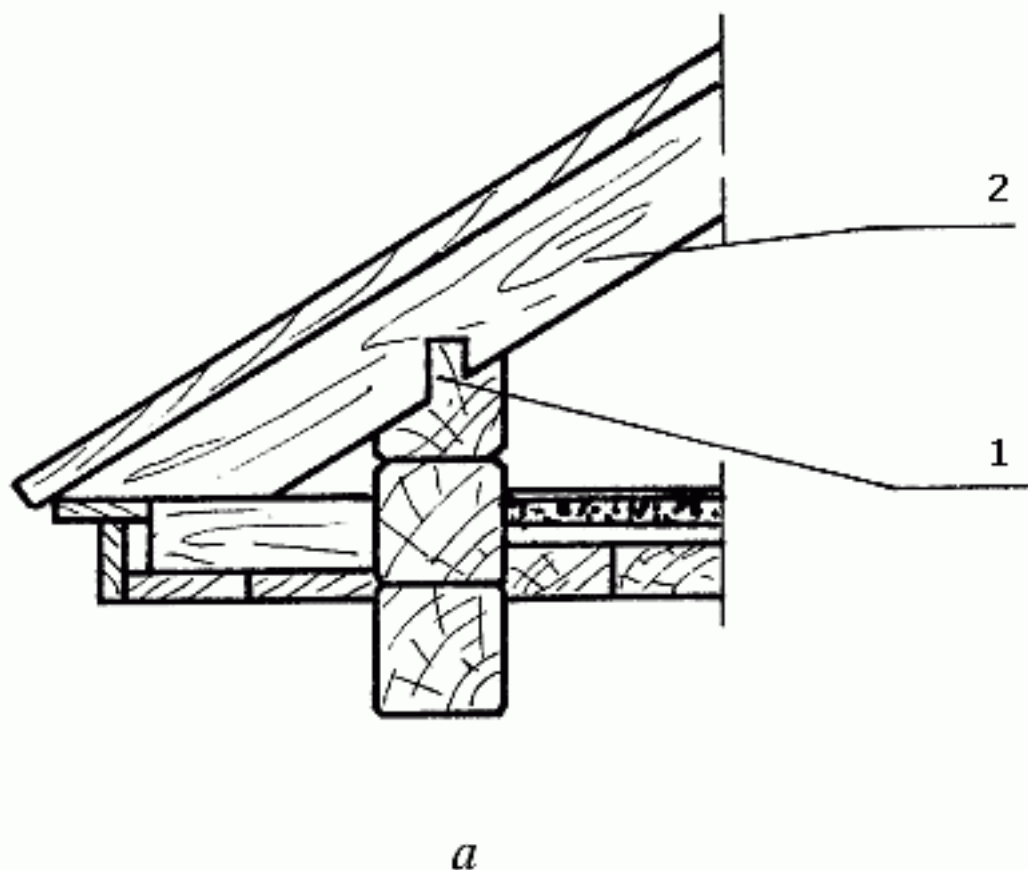

Рис. 29. Опираие наклонных стропил: а – в деревянных, рубленых или брусчатых постройках: 1 – шип; 2 – стропильная нога
– на верхние венцы (рис. 29, а) в деревянных, рубленых или брусчатых постройках;
– на верхнюю обвязку (рис. 29, б) в деревянных каркасных постройках;
– на опорные брусья – мауэрлат – (рис. 29, в) в каменных постройках, толщина мауэрлата при этом должна быть 150–160 мм, а сам он может быть цельным (по всей длине здания) или частичным (брусья подкладываются только под стропильную ногу).
Рис. 29 (продолжение). Опираие наслонных стропил: б – в деревянных каркасных постройках: 1 – балка перекрытия; 2 – стропильная нога; в – в каменных постройках: 1 – мауэрлат; 2 – стропильная нога; 3 – затяжка; 4 – чердачное перекрытие